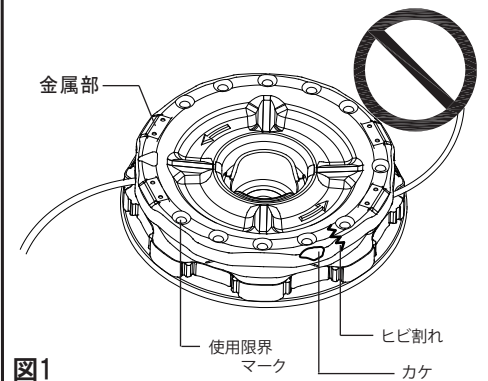

図1
- ①ナイロンカッターによる草刈作業は小石などが飛散します。飛散物から身を守るために
- ②カッター本体の分解・破損・飛散を防止するために
- ラインホルダーの摩耗度合いを点検してください。使用限界マークが消えたならば必ず「新しい部品」と交換してください。（図1）
- カッター本体のカケやヒビ割れを点検してください。カケやヒビ割れのある部品は、必ず「新しい部品」と交換してください。（図1）